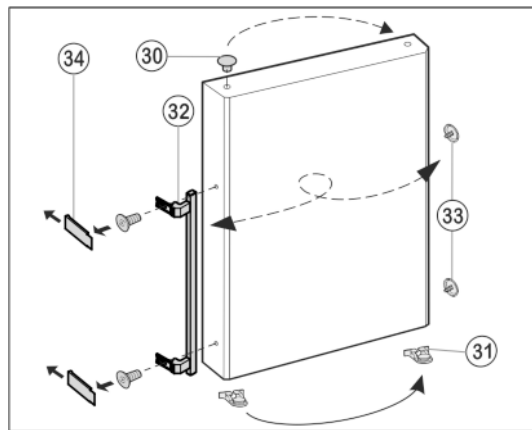

Fig. 10
- ▶ Извлеките пробку Fig. 10 (30) из опорной втулки дверцы и переставьте.
- ▶ Снимите и переставьте на противоположную сторону дверную ручку Fig. 10 (32), пробку Fig. 10 (33) и прижимные пластины* Fig. 10 (34).